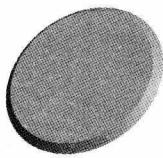
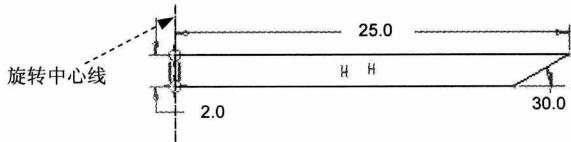

图 1.3 旋转特征 1
图 1.4 截面草图
Step2. 创建图 1.3 所示的旋转特征 1。
- (1) 选择命令。单击 **模型** 功能选项卡 **形状** ▾ 区域中的“旋转”按钮 。
- (2) 绘制截面草图。在图形区右击，从系统弹出的快捷菜单中选择 **定义内部草绘...** 命令；选取 RIGHT 基准面为草绘平面，选取 TOP 基准面为参考平面，方向为 **右**；单击 **草绘** 按钮，绘制图 1.4 所示的旋转中心线和截面草图。